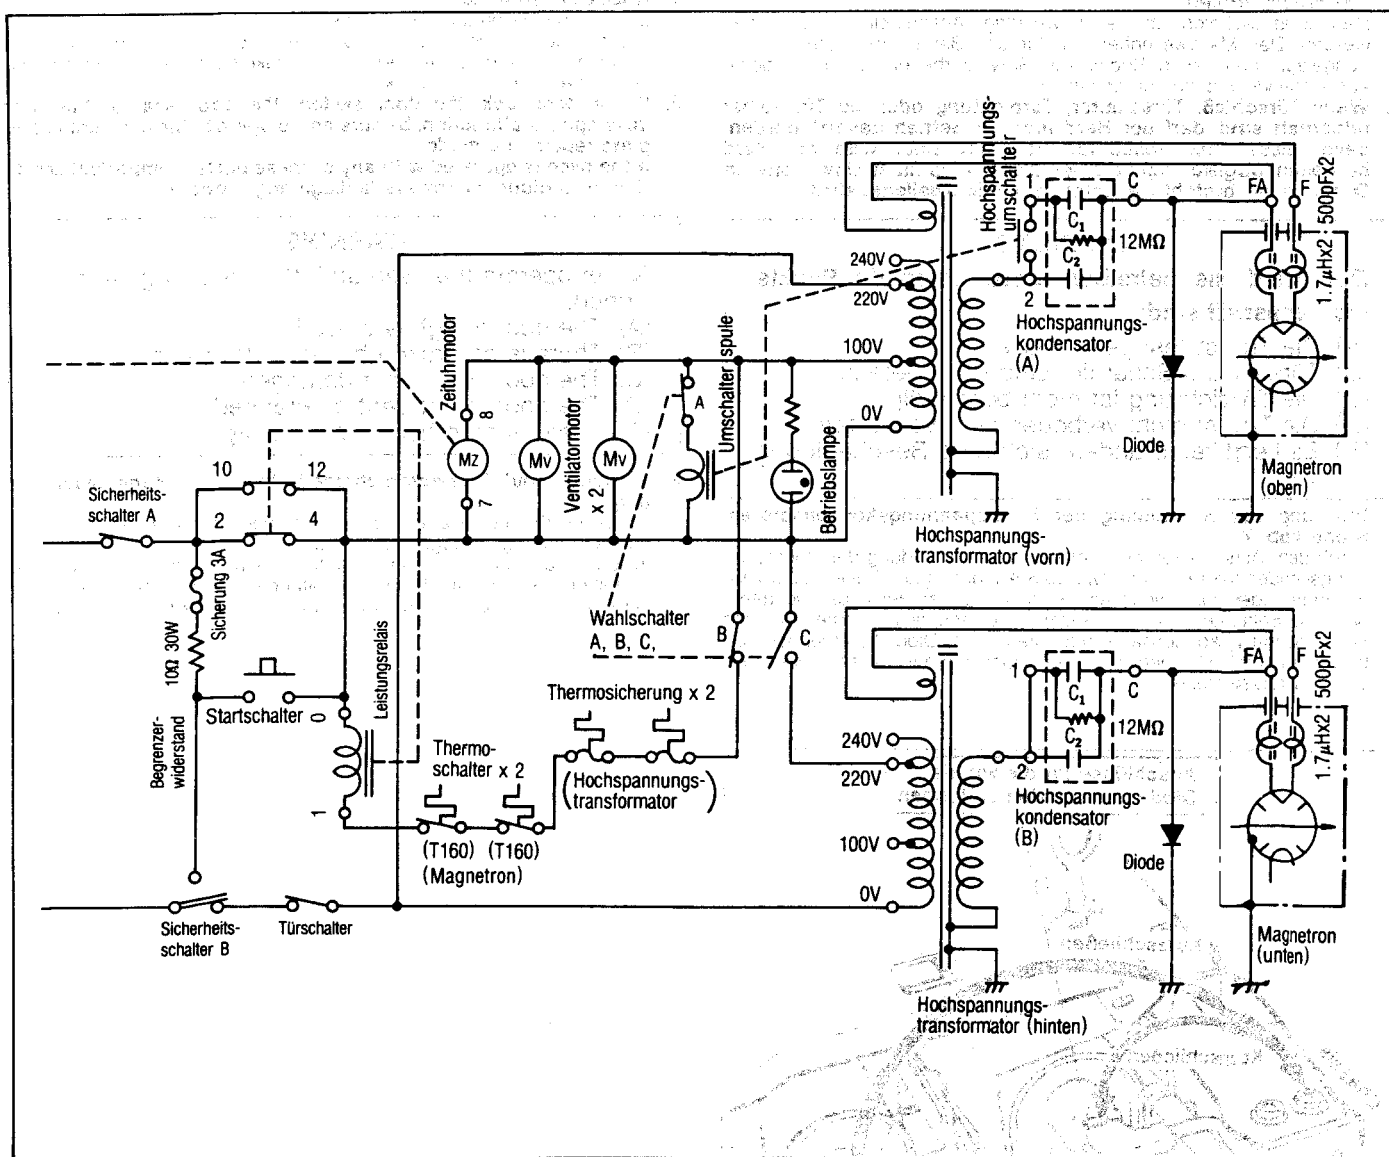

Abb. 6
- (A) Die drei Wahlschalter A, B und C sind gemäß **Abb. 6** angeordnet.
- (B) Die Spule des Hochspannungsschalters wird erregt; hierdurch öffnen die Arbeitskontakte. In Normalstellung ist dieser Umschalter geschlossen.
- (C) Nur das obere Magnetron schwingt jetzt mit dem Hochspannungspotential von Kondensator C2 ($0,42 \mu\text{F}$) und liefert eine Ausgangsleistung von etwa 280 W.